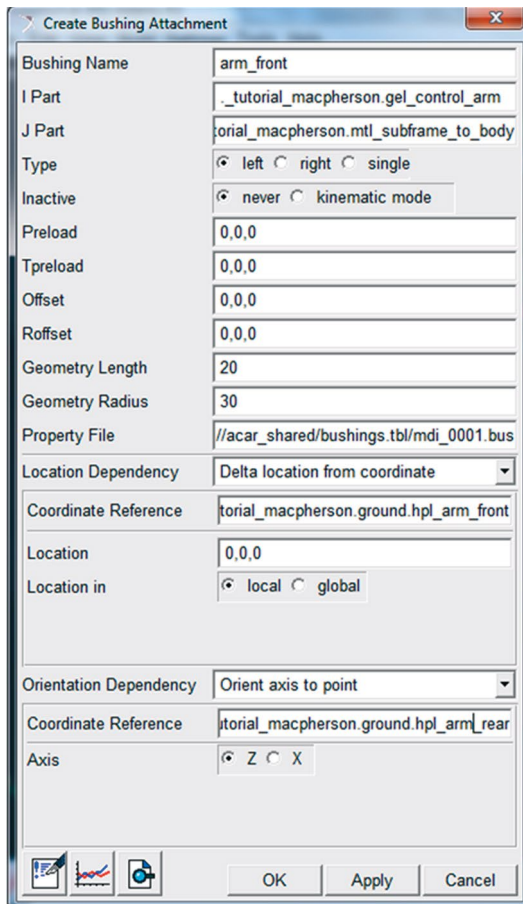

Figura 4.99 – Criação da primeira bucha.
- Os campos da janela *Create Bushing Attachment* deverão ser preenchidos conforme ilustrado na Figura 4.99. Note que essa bucha é criada entre o *General Part* “gel_control_arm” e o *Mount* “mtl_subframe_to_body”. Um arquivo com as propriedades da bucha deve ser selecionado (no campo *Property File*), podendo este ser da biblioteca do software ou editado pelo usuário.